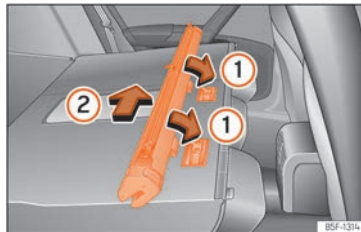

Fig. 141 Montar la red de separación en los respaldos del asiento trasero.
- Coloque la carcasa de la red en los rebajes de los carriles de sujeción en el sentido de las flechas »» fig. 141 ①.
- Empuje la carcasa hacia el lado izquierdo del vehículo en el sentido de la flecha »» fig. 141 ② y hasta el tope.
- Tire de la carcasa de la red aproximadamente 5 cm en el sentido contrario de la flecha »» fig. 141 ②.
- Extraiga la carcasa de los carriles de sujeción tirando en el sentido contrario al de las flechas »» fig. 141 ①.